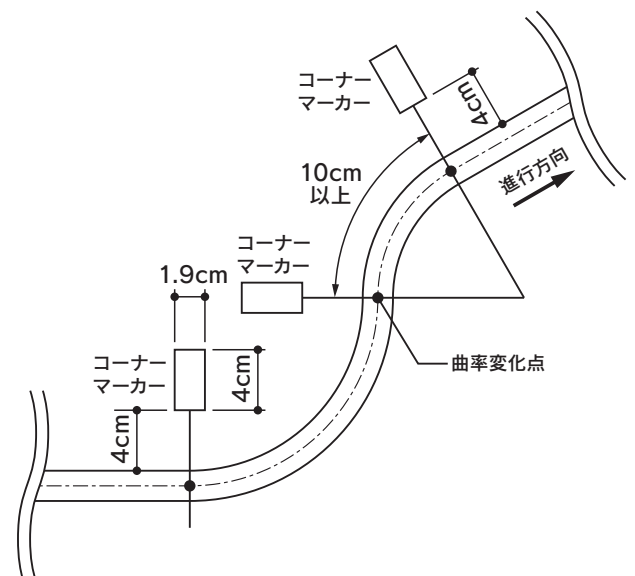

図4：曲率半径の変化する点(曲率変化点)とコーナーマーカー
- 2-8 ラインの曲率が変化する地点には、進行方向左側の定められた位置にコーナーマーカーが貼付される。(図 4 参照)
6. コースは、曲率の変化する円弧が連続する場合もある。(図4参照)